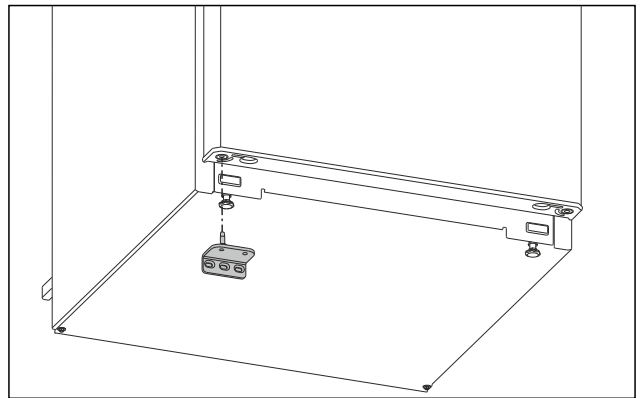

Fig. 14
- ▶ Unteren Lagerbock auf der Gegenseite einsetzen. (siehe *Fig. 14*)